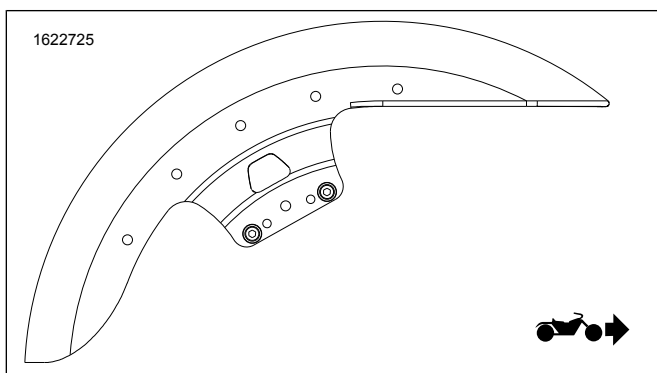

Figure 2. Orientation du garde-boue
- a. Vérifier l'orientation du garde-boue. Voir la figure 2.
2. Poser de **nouvelles** vis (2). Serrer.